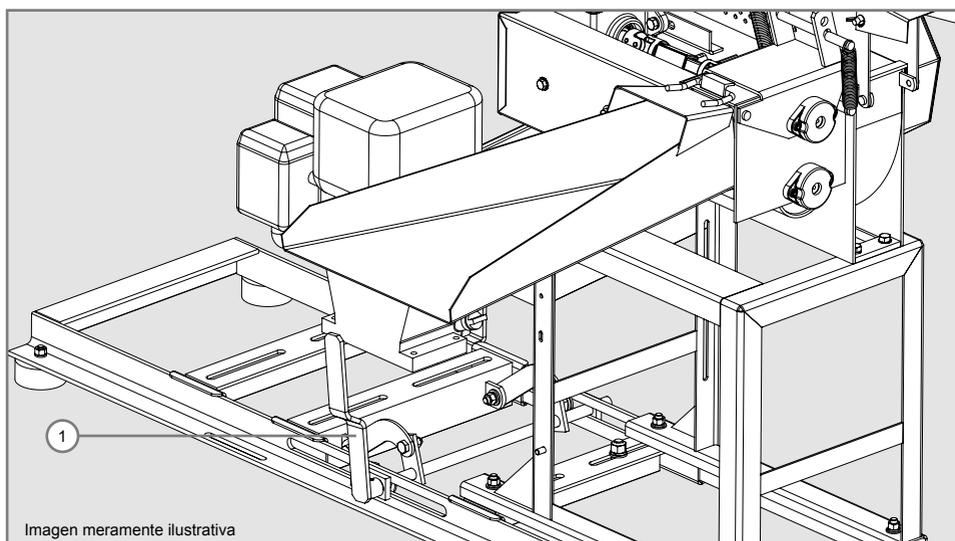

Figura 1
El motor deberá ser accionado solamente si la palanca (1) del estirador de correa estuviere en posición de alivio, según la Figura 1, o sea, sin estirar la correa conforme imagen arriba, entonces en esta posición encienda el motor y después de alcanzar su rotación máxima empuje la palanca (1) del estirador de correa en la dirección conforme Figura 2 moviendo el motor sobre la base y así verificando si las correas quedarán tensionadas atendiendo al funcionamiento del triturador. La palanca del estirador de correa sólo podrá ser tensionada cuando el motor estuviere en pleno funcionamiento, si el motor estuviere desligado podrá causar daños al motor.